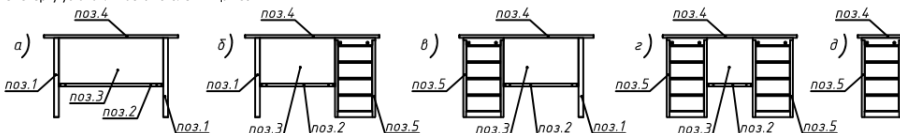
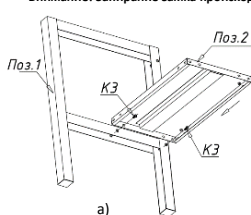

Рис. 1. Схема компоновки и устройства верстаков ML
Рис. 3. Крепление полок к опорам и тумбам
- 3.1. Верстак (см. рис. 1) состоит из Опор поз. 1 или Тумб поз. 5, либо Опоры и Тумбы вместе.
*Для мини столешницы тип C2 (см. рис. 1, д) кол-во саморезов 6 шт.
- Комплект крепежа и полки для тумб ML0/ML1 находятся в нише основания тумбы (см. рис. 3, б).
- Прикрепить Полку поз. 2 к Опорам поз. 1 (см. рис. 3, а) или Тумбам поз. 5 (см. рис. 3, б), с помощью винтов K3 согласно своей схемы компоновки (см. рис. 1).